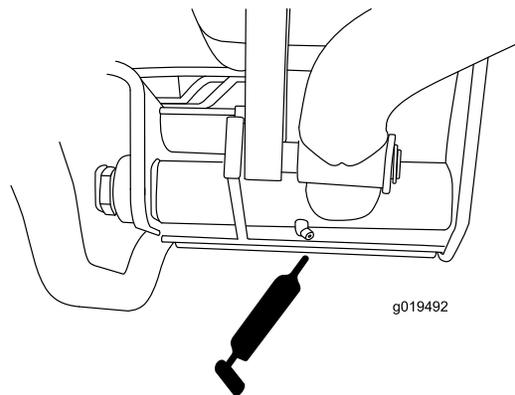

Figura 48
- Pivotes de los brazos de elevación traseros (2) (Figura 48).